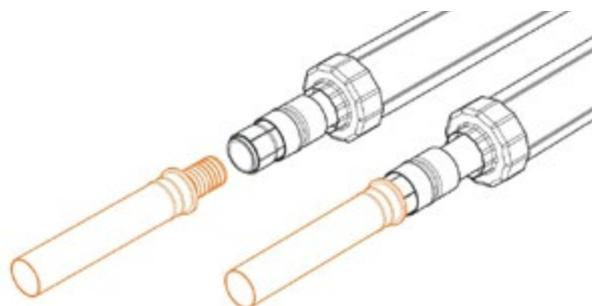

Рис. 5.8.5
3. Вставить втулку пресс-фитинга с приваренным металлическим патрубком внутрь напорной трубы до упора (рис. 5.8.5).